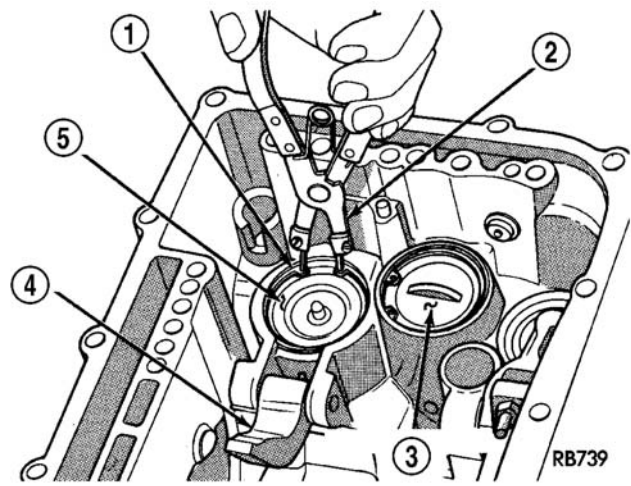
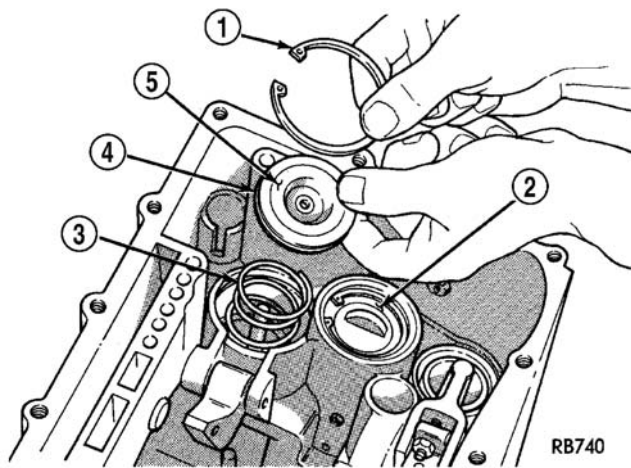

图 197 强制降档伺服机构卡环
图 198 强制降档伺服杆导套和卡环
(1) 强制降档伺服机构卡环（图 197）。
(2) 拆下强制降档伺服杆导套和卡环（图 198）。
- （4）安装活塞杆导套和卡环（图 198）（图 197）。